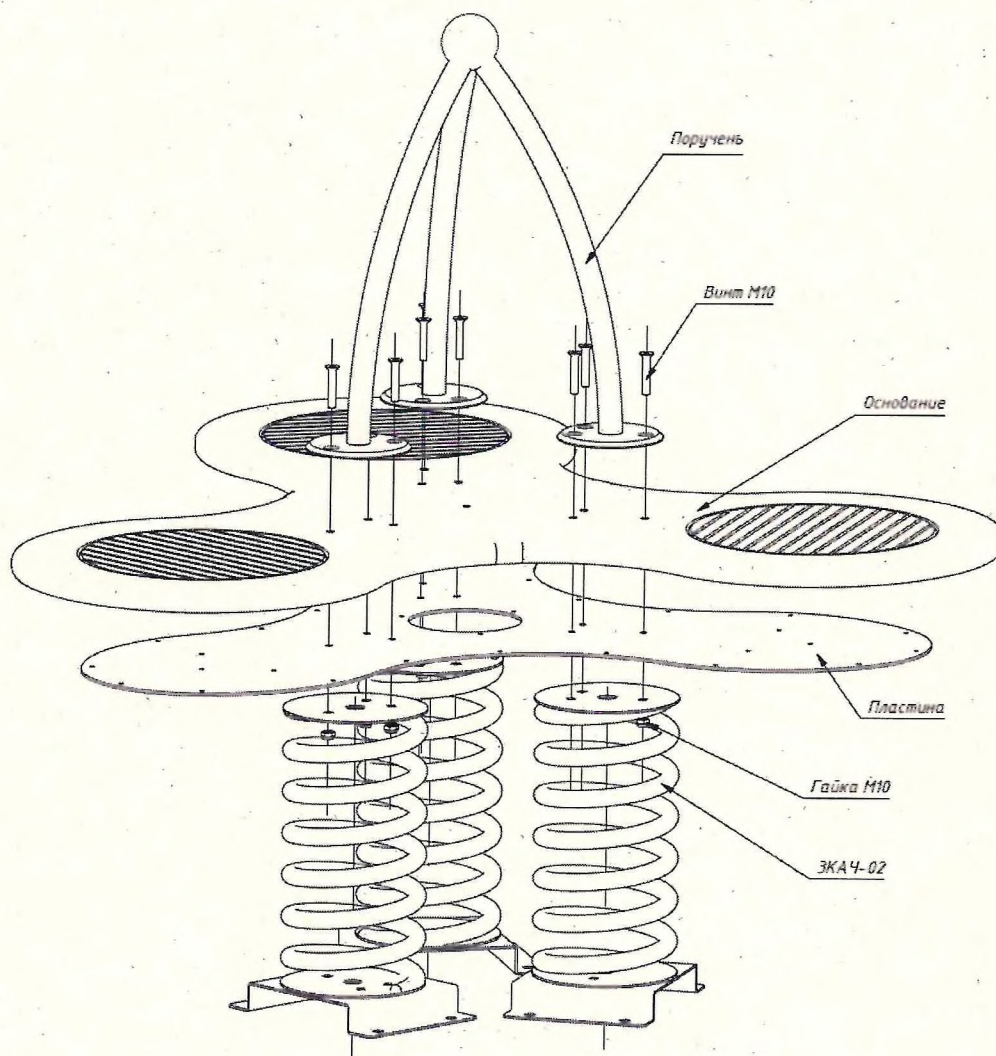

Рис. 4
23.6. Соединить поручень, основание, металлическую пластину и пружины при помощи комплекта крепежа, согласно схеме (Рис. 4).